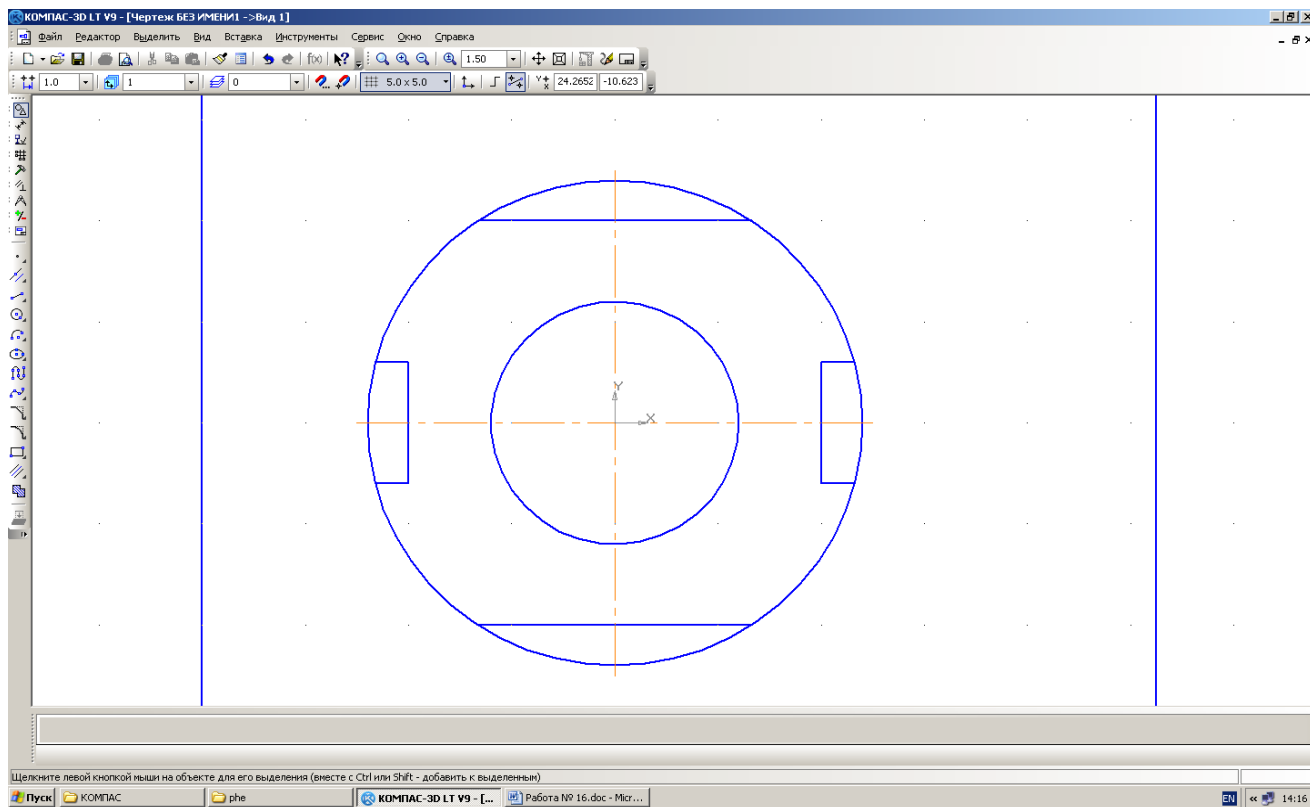

Рис. 16.6. Вид чертежа после удаления вспомогательных точек и кривых.
3.8. Удалите вспомогательные прямые и точки командой **Редактор**⇒**Удалить**⇒**Вспомогательные прямые и точки**⇒**В** текущем виде (рис. 16.6).